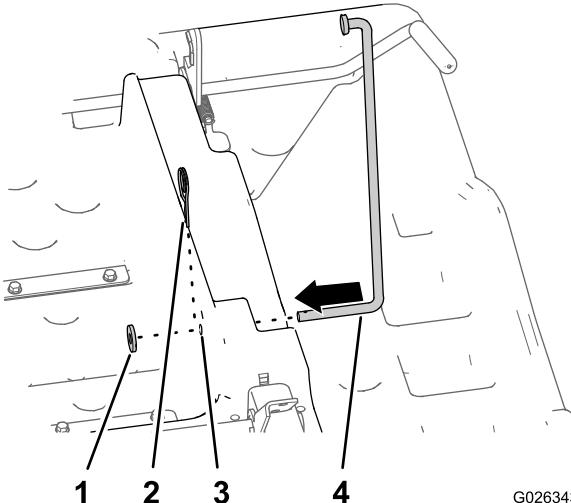

Figura 13
1. Pase el extremo largo de la varilla de sujeción a través del taladro horizontal de 12,7 mm del lado inferior derecho de la caja de carga (Figura 13).
2. Coloque una arandela (1/2 pulgada) en el extremo largo de la varilla de sujeción y sujetela a la caja de carga con una chaveta (Figura 13).